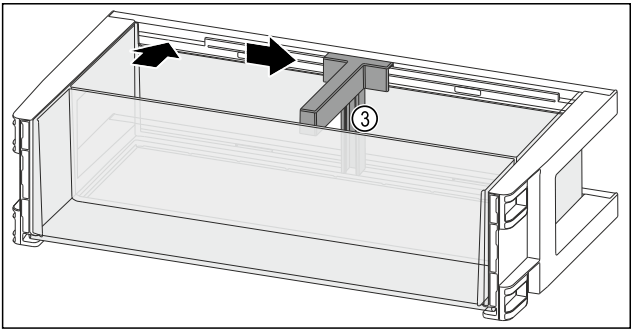

Fig. 136
▶ 将瓶托 Fig. 136 (3)装入槽中。
▶ 将瓶托 Fig. 136 (3)推至一侧的所需位置。